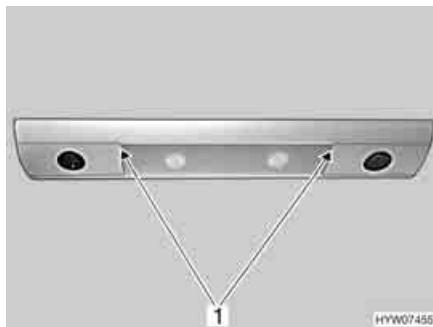

Fig. 249 Luce piano di lavoro/luce area cottura
- Tirare il vetro della luce (Fig. 249,1). Iniziare ad estrarre tirando a destra o a sinistra.